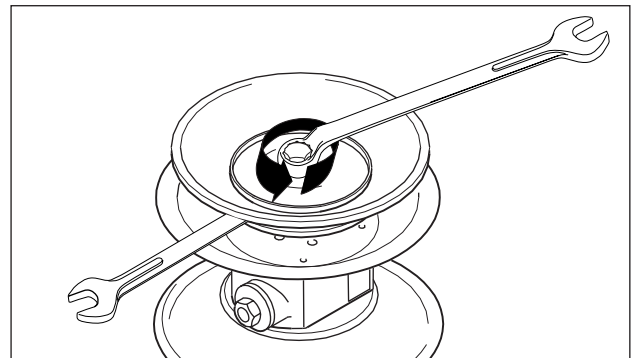

Abb. 10: Membranteller lösen. (Entfällt bei nopped E4® Membrane.)
- Äußeren Membranteller lösen und mit der Membran abnehmen (Abb.10).